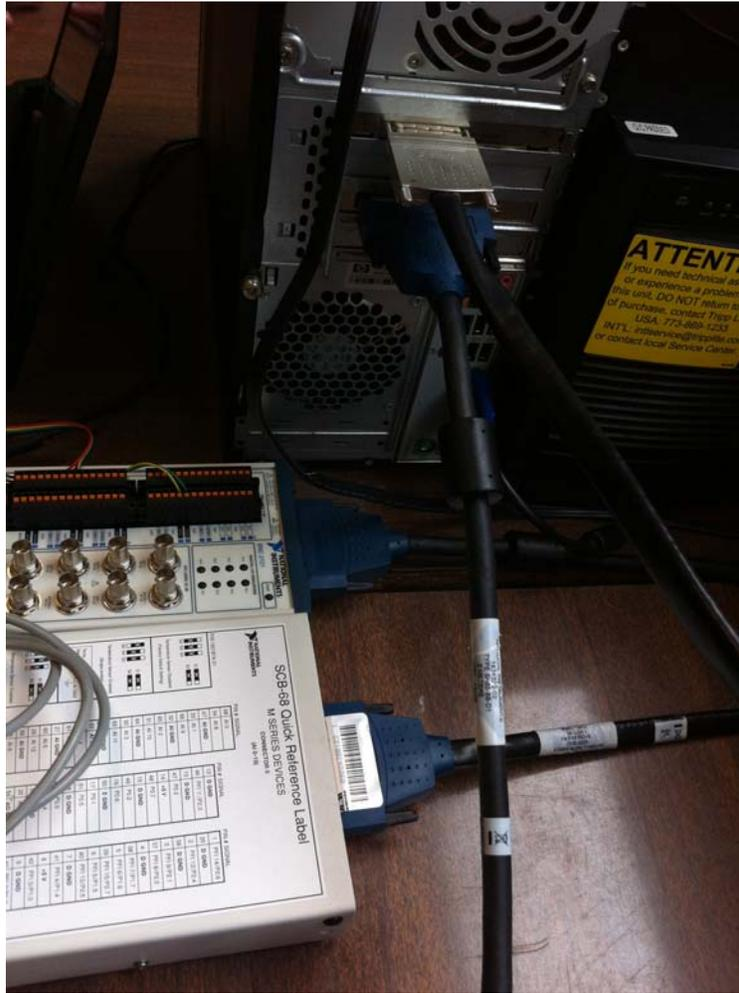

Figura 3. Conexión de las tarjetas de adquisición de datos.
- **Paso 3:** Verificar que los bloques de conexión de las tarjetas de adquisición de datos (NI PCI-6221 y NI PCI-6602) estén bien conectados y asegurados al PC Target, como se muestra en la figura 3.